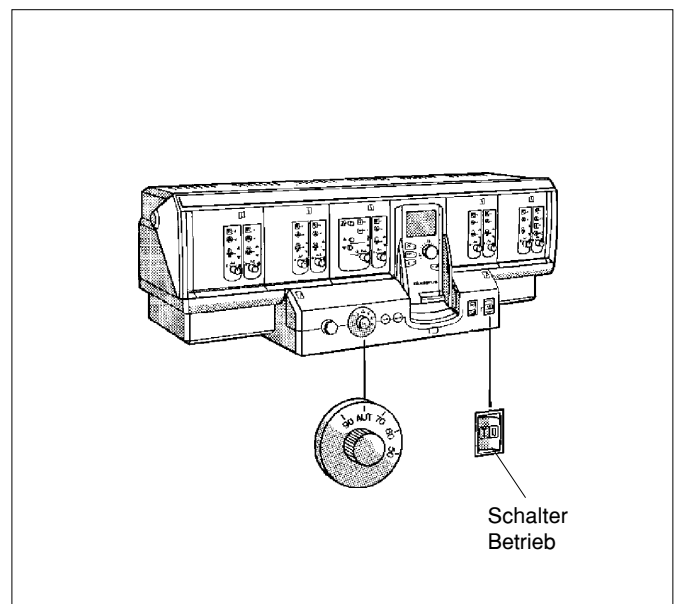

Abb. 8
- Schalter Betrieb in Stellung 0 schalten (Abb. 8).